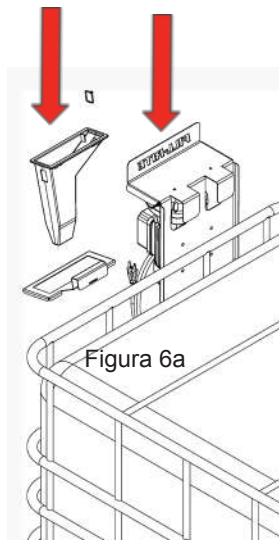

Figura 6a
6. Enganche el soporte de la boquilla en la jaula para contenedor IBC en a ubicación preferida. Fíjelo a la jaula con la correa de amarre incluida (Figura 6a).
7. Inserte el depósito de boquilla en el soporte de boquilla y encájelo a presión en la abertura. Agregue agua en el depósito para evitar la cristalización de urea en la boquilla (Figura 6a).